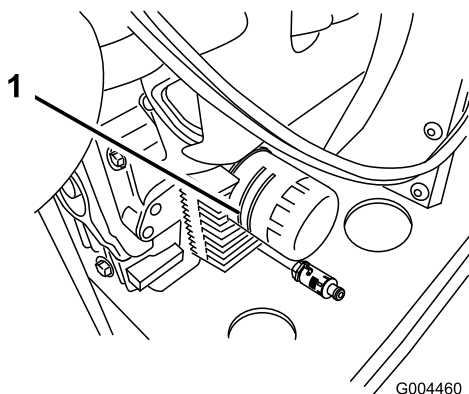

Figura 31
2. Retire el filtro usado y limpie con un paño la superficie de la junta del adaptador del filtro (Figura 31).